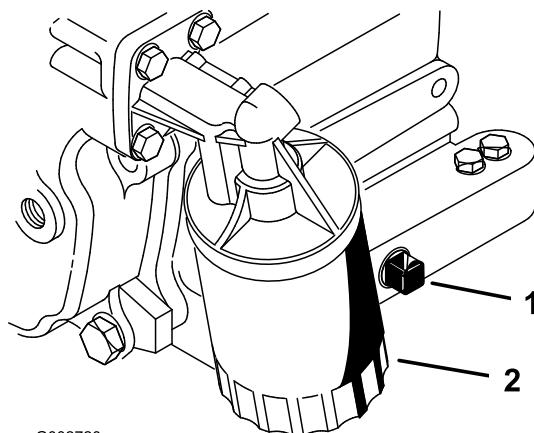

Figura 26
- Retire o tampão de escoamento (Figura 26) e deixe o óleo escorrer para um recipiente adequado. Quando o óleo parar, volte a montar o tampão de escoamento.
- Retire o filtro do óleo (Figura 26). Aplique uma leve camada de óleo limpo na gaxeta do novo filtro.